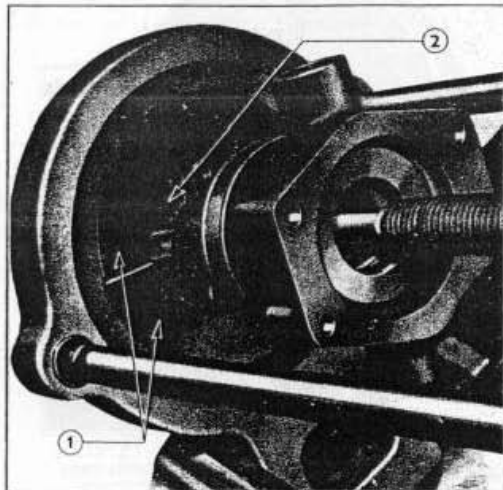

Fig. 41 = Repose de la poulie
2. Faire entrer la poulie sur l'extrémité antérieure de l'arbre jusqu'à ce qu'elle coïncide avec l'extrémité de l'arbre de pompe; effectuer cette opération à l'aide des adapteurs à fente, comme le montre la fig. 41.